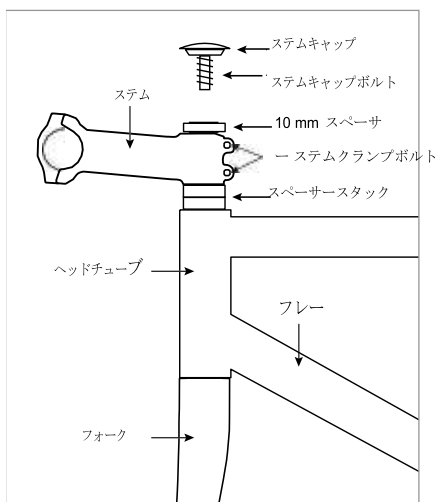

図 11
2. フォーク、スペーサー、ステム、すべてのヘッドセットコンポーネントをヘッドチューブへと再度取り付けます (図 11)。